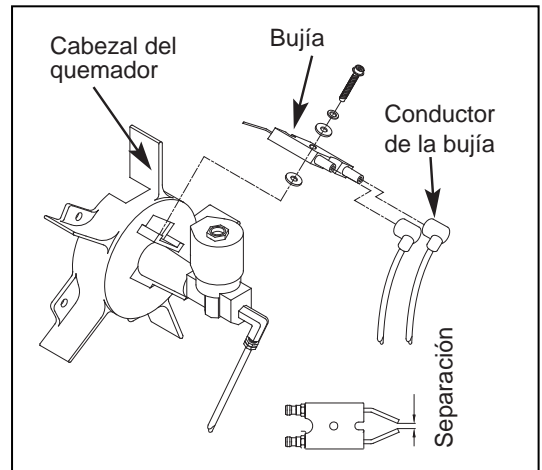

Figura 9. Bujía
- Desconecte el conductor de la bujía de la bujía (consulte la Figura 9).